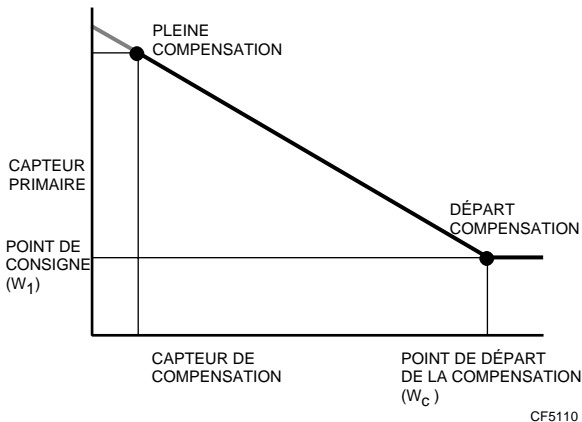

Fig. 9. Tableau de compensation pour l'étalonnage de la compensation négative.
5. Ajuster le bouton de réglage du point de départ de la compensation jusqu'à ce que le manomètre récepteur (orifice 5) indique une pression équivalente au point de départ de la compensation ( $W_c$ ), (Fig. 9 ou 10).
9. Appliquer une pression équivalente à la valeur du capteur primaire qui correspond au point de départ de la compensation (*comp start*) figurant dans le tableau de compensation (Fig. 9 ou 10).